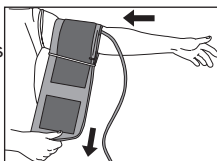

Fig. 3
2. Deslice el cilindro del manguito en el brazo izquierdo y alinee la marca de la arteria sobre la arteria braquial en la parte interior de su brazo, Fig. 3.